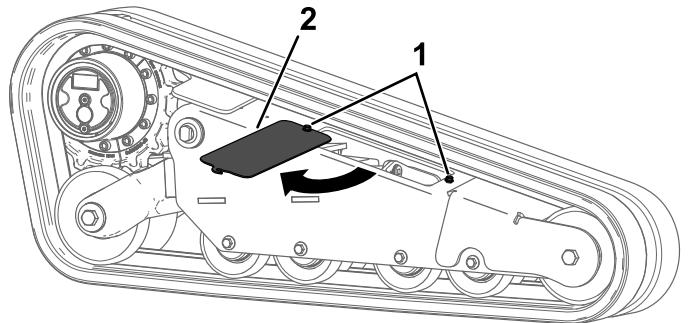

Figure 64
5. Desserrez les 2 boulons et ouvrez le capot d'accès (Figure 64).
15. Refermez le capot d'accès et serrez les boulons (Figure 64). Serrez les boulons à 41 N·m (30 pi-lb).